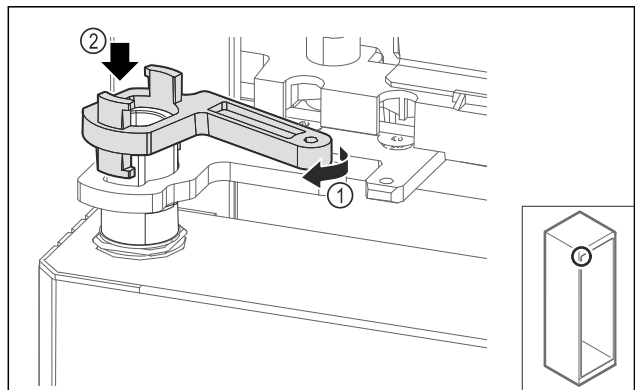

Fig. 58
- Verriegelung Lagerbock leicht drehen Fig. 58 (1) und auf die Hülse aufsetzen Fig. 58 (2).